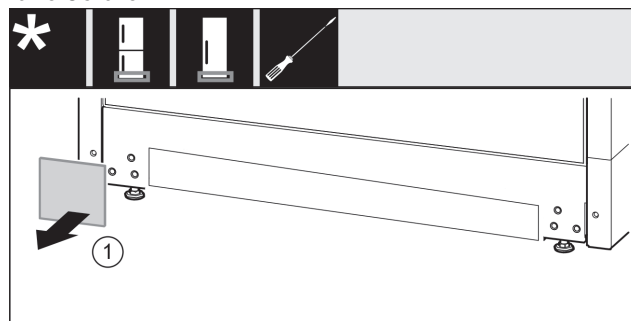

Fig. 38
- ▶ Abdeckung Fig. 38 (1) abnehmen.